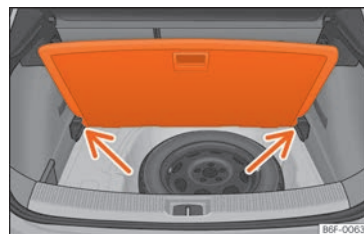

Fig. 148 Terra variable del maleter: posició inclinada.
- Recolzeu el terra sobre els espais previstos per a aquest ús »» fig. 148 (fletxes).